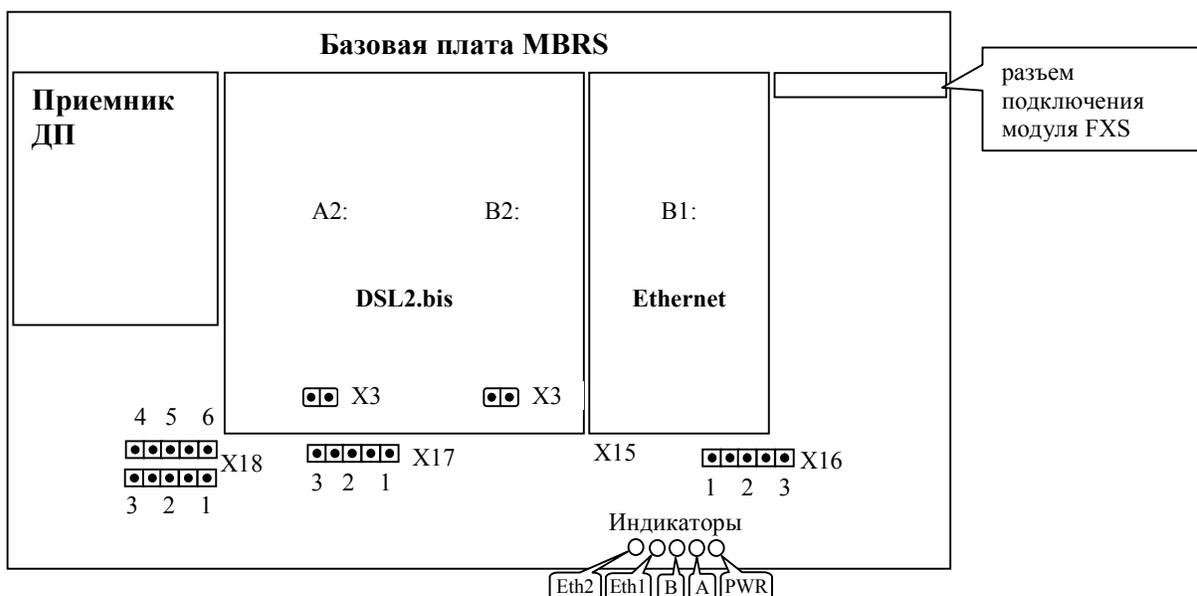

Рис. 24. Схема расположения основных узлов на базовой плате MBRS.
6.1.1. Базовая плата MBRS имеет модульную конструкцию, что позволяет реализовать разнообразные варианты аппаратных исполнений с разными функциональными возможностями в зависимости от типа и числа модулей цифровых интерфейсов DSL2.bis, Eth, установленных на базовую плату. Модули устанавливаются на места A1, B1, B2, A2 базовой платы через два разъёмных соединения согласно рис. 24. Варианты аппаратных исполнений даны в табл. 7. Распределение (кросскоммутиция) пользовательских каналов по DSL стыкам для этих исполнений при аппаратном способе управления (конфигурация по умолчанию) даны в п. 6.5.2. **Конфигурация (настройки) по умолчанию.**